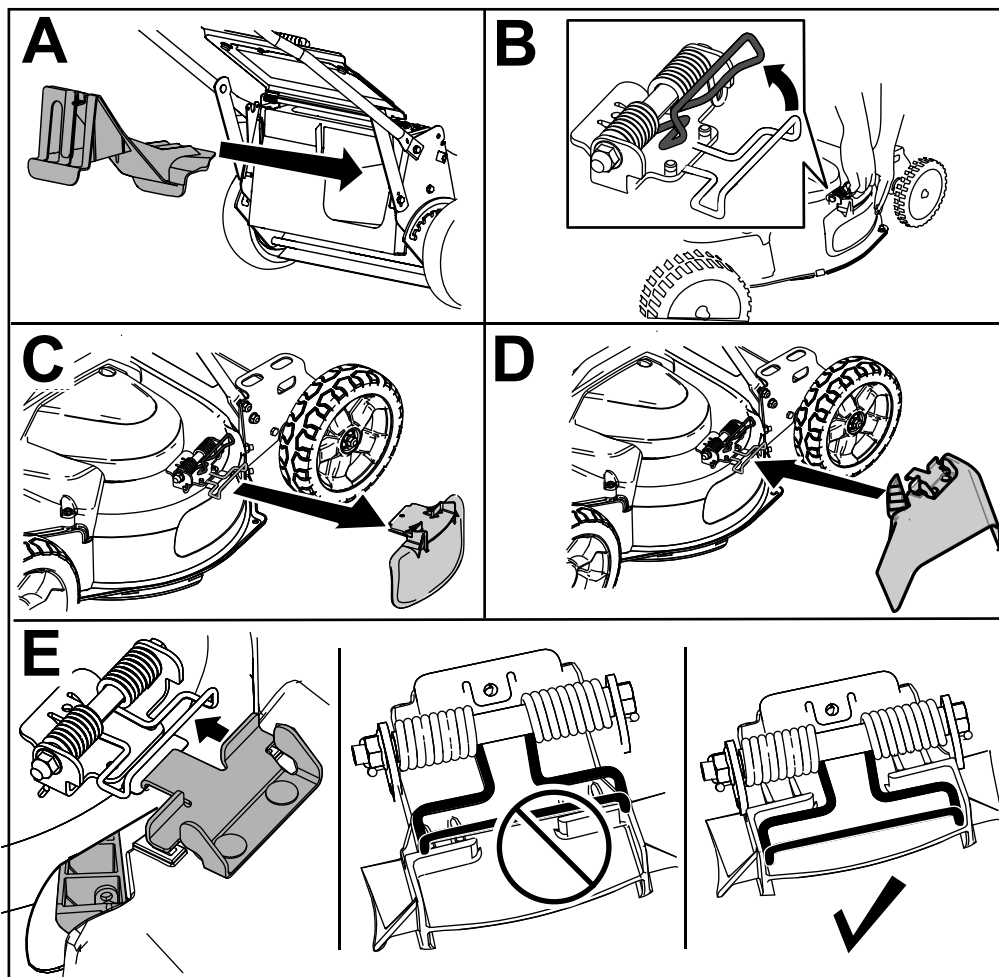

Figure 22
3. Insérez l'obturateur d'éjection arrière (A de la Figure 22).
4. Déposez le déflecteur d'éjection latérale en tirant sur le ressort qui le maintient en place (B et C de la Figure 22).
5. Pour monter la goulotte d'éjection latérale, tirez sur le ressort, placez la goulotte sur l'ouverture et abaissez le ressort sur les pattes en haut de la goulotte (D et E de la Figure 22).